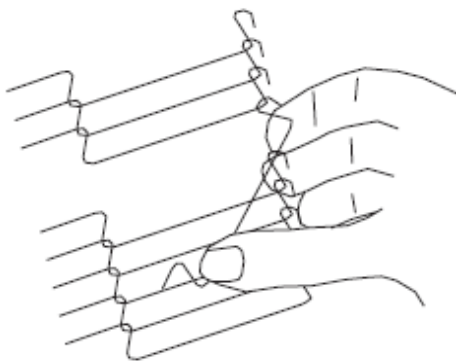

Рисунок 4-26
3. Снимите внешние замыкающие звенья справа и слева ремня конвейера, как показано на рисунке Figure 4-26.